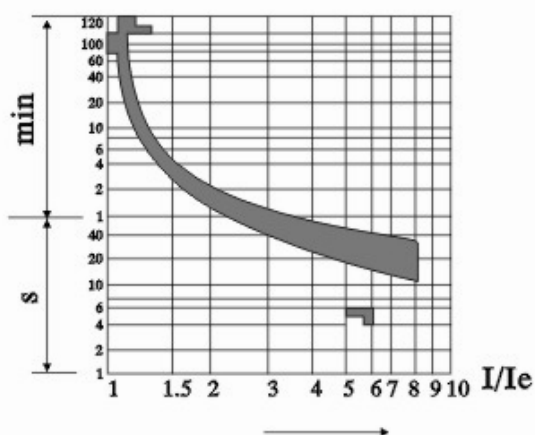
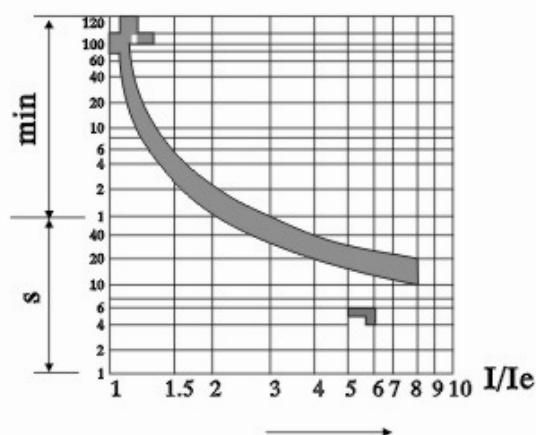

图 2 ME-630~1600型（双金属片式）
图 3 ME-2000~2500型（双金属片式）
3.2.1 过载长延时脱扣器（b—脱扣器）动作特性（反时限动作）见表3与图2、图3。